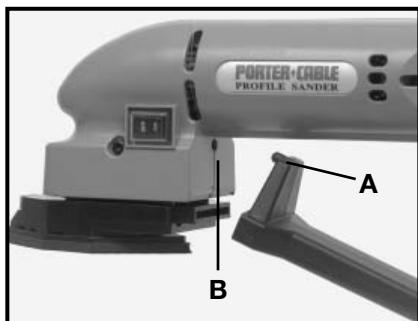

Fig. 13
1. Meta la clavija de la tubería para la colección de polvo (A) Fig. 13, en el agujero (B) Fig. 13, de la Lijadora de Perfil.